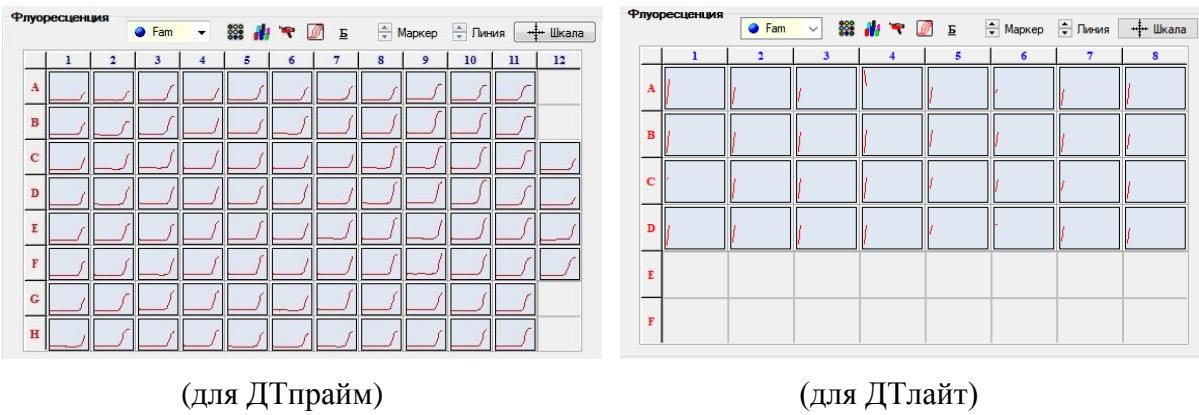

Рис.58 Многооконный режим просмотра кривых
– перевод окна «Уровень флуоресценции – цикл амплификации» в многооконный режим просмотра кривых (каждая кинетическая кривая в своем окне – Рис.58).